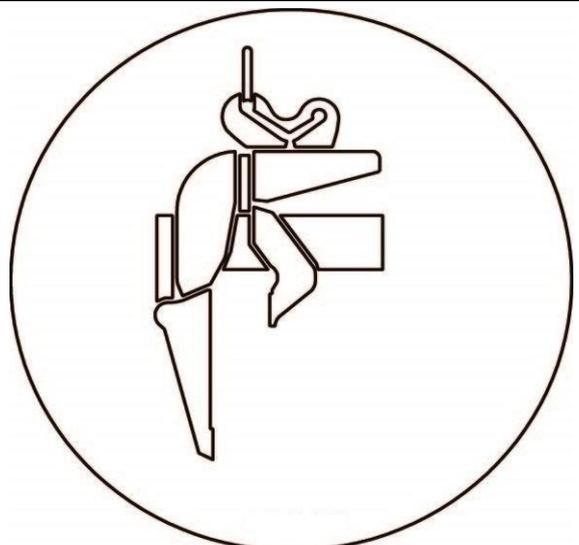

Bild B1 (position tomgång slaglängd)
- Justera sedan det öppnade (låsta) redskapet (WEZ) med de rörliga gripbackarna (9) på tvärstången med justeringshål (10) till minsta möjliga gripbredd.
- För att göra detta, öppna lynchstiftet (A) och ta sedan bort stiftet (B) och, efter justering av greppområdet, sätt tillbaka det och säkra det med lynchstiftet (A). → **se bild A**
- Innan du lyfter det nakna redskapet (WEZ utan last), se till att den automatiska växlaren (4) är inkopplad och att redskapet därmed förblir öppet.
VIKTIGT: upphängningsöglan (1) måste vara i det **bakre** läget (se figur B1 "tom slaglängd") för upphängningsfästet (2). → **Bild B/Bild B1**